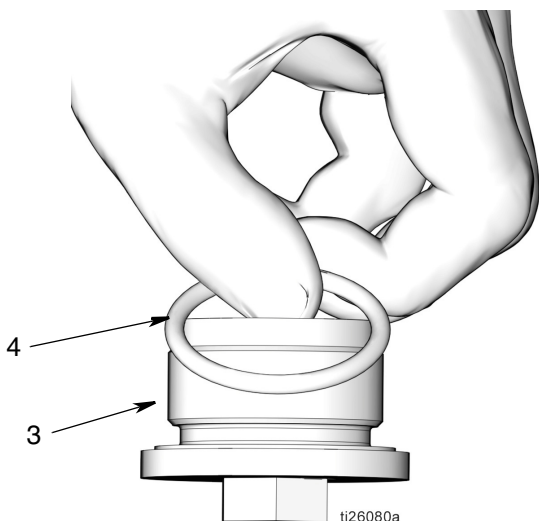

Рис. 56
- d. Нанесите тонкий слой консистентной смазки на уплотнительное кольцо (4). Установите уплотнительное кольцо круглого сечения в стопорную гайку поршня (3) (Рис. 56).